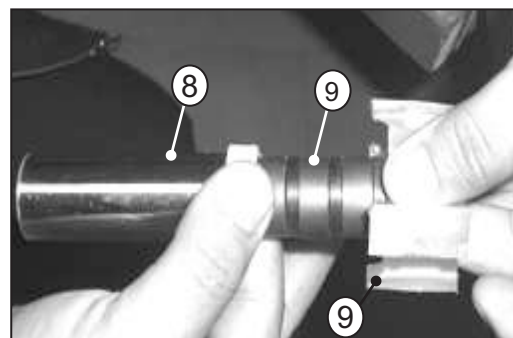

Рис. 5.16d
ВАЖНО: Не разбирайте магниты (9), так как они установлены в последовательности полярности, которая не должна быть нарушена. (рис. 5.16d).